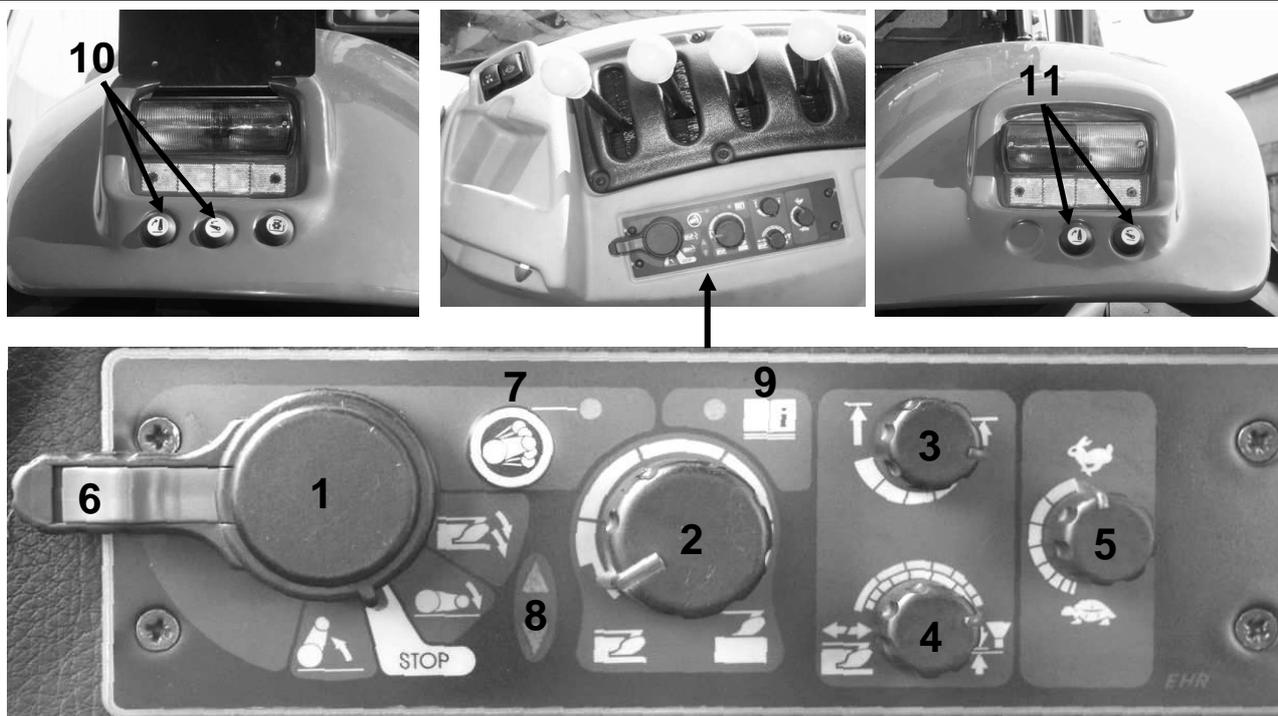

Рисунок 5-21 Панель управления электрогидравлической системой управления (EHR).
Управление электрогидравлической системой задней трехточечной системы навески подъемника осуществляется с пульта управления (рис. 5-21), расположенного с правой стороны сиденья, и при помощи дополнительных кнопок подъема и опускания задних тягово-сцепных устройств, находящихся на крыльях с правой и с левой стороны трактора (рис. 5-21, поз.10) (кнопки используются при агрегировании сельскохозяйственных машин и орудий).
- рукояткой 4 (рис. 5-21) выберите, в зависимости от вида полевых работ, способ управления орудием (позиционное, силовое или смешанное регулирование);
ВНИМАНИЕ: Запрещается эксплуатировать трактор в случае аварии гидронасоса если контрольная лампочка 8 (рис. 5-21) не гаснет после поднятия орудия.
- рычаг 1 (рис. 5-21) перевести в положение "подъем" (при этом орудие поднимается в крайнее верхнее положение) и кнопкой 6 заблокировать орудие в транспортном положении;